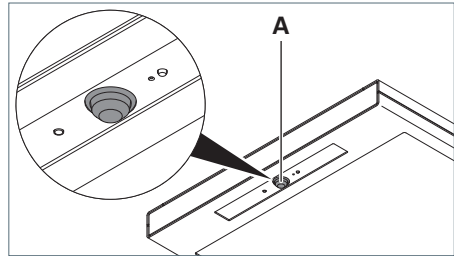
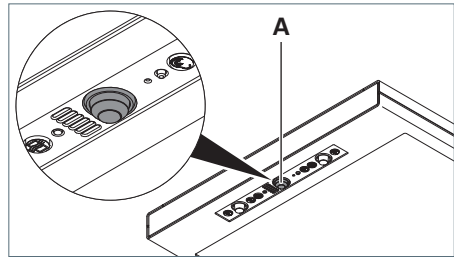

Fig. 14: PIR-Sensor, Ausführung R.
Fig. 15: PIR-Sensor, Ausführung RX.
- Stellen Sie den Kugelhauptkopf **A** des PIR-Sensors in die gewünschte Richtung, siehe Fig. 14 oder siehe Fig. 15.